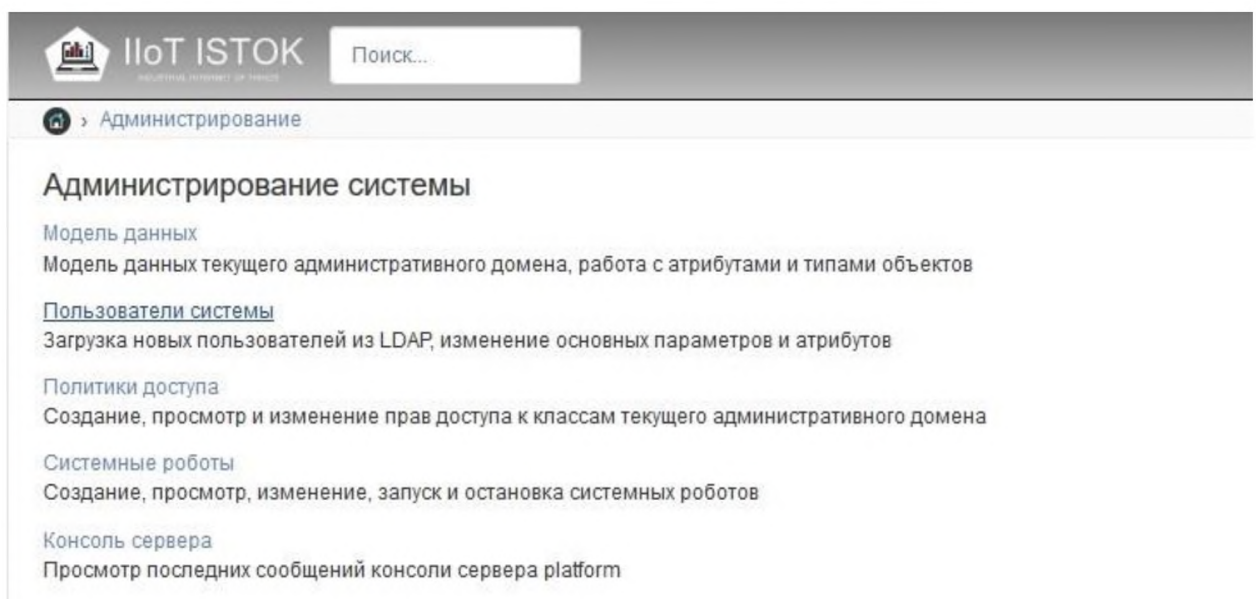

Рисунок 2 – Окно «Администрирование системы»
3) Далее перейдите в раздел **Пользователи системы** (рис. 2).